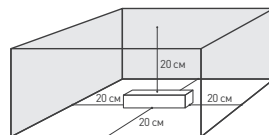

Рис. 2. Свободное пространство вокруг источника
4.3. Для естественной вентиляции обеспечьте свободное пространство вокруг источника питания не менее 20 см, как изображено на рис. 2. При невозможности обеспечить свободное пространство используйте принудительную вентиляцию.